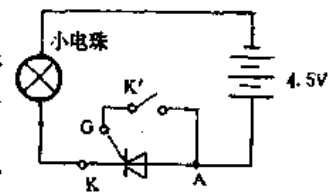

图 10-8 判断可控硅的触发导通能力
(2)用电池、小电珠判断触发导通能力。电路如图 10-8 所示,电池用 1.5V 干电池,小电珠用手电筒上电珠,开关  $K'$  实际可用一根短路线代替。当合上  $K'$  时,若电珠发光,说明可控硅被触发导通,若断开  $K'$  时电珠继续发光,说明可控硅是好的,可以使